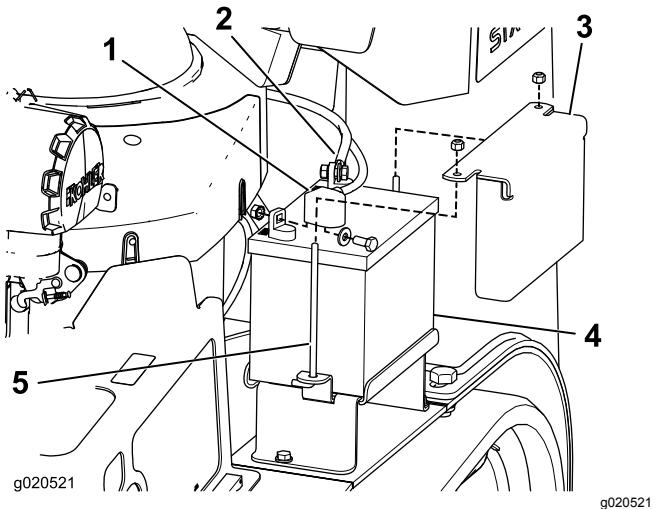

Bild 43
- Nehmen Sie die Gummiabdeckung vom Minuskabel ab. Klemmen Sie zunächst das Minuskabel vom Minuspol (-) der Batterie ab (Bild 43).
- Ziehen Sie die rote Polkappe vom (roten) Pluspol der Batterie ab. Ziehen Sie dann das (rote) Pluskabel ab (Bild 43).
- Entfernen Sie die Befestigungsplatte, die J-Schrauben und die Sicherungsmuttern, mit denen die Batterie befestigt ist (Bild 43) und nehmen sie heraus.